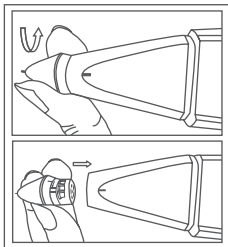

Abb. 1.07
1. Drehen Sie die Prüfspitze bei ausgeschaltetem Prüfgerät gegen den Uhrzeigersinn, um sie zu entfernen, wie in **Abb. 1.07** gezeigt